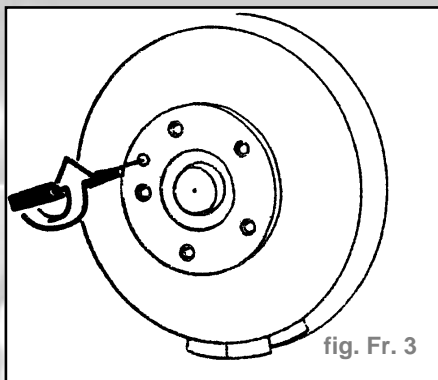

fig. Fr. 3
- Déposer la vis et retirer le disque de frein (fig. Fr. 3).